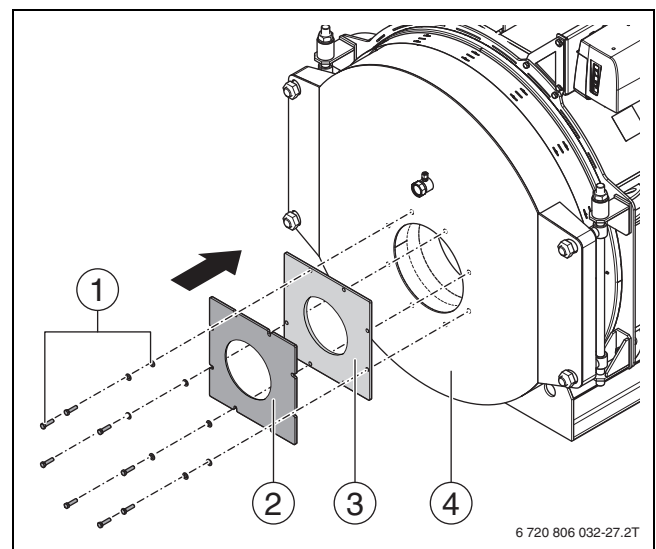

Рис. 20 Монтаж пластины под горелку
- ▶ Наденьте уплотнение на штуцер горелки (→ рис. 20, [3]).